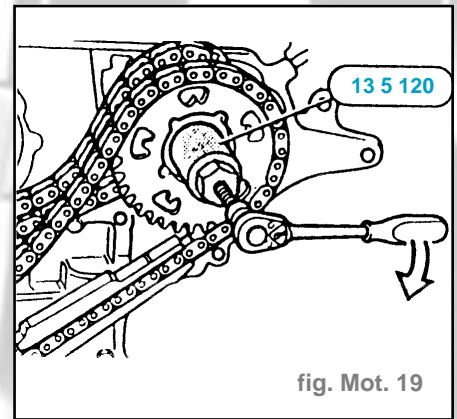

fig. Mot. 19
- Desserrer la vis du pignon de pompe (fig. Mot. 19).
- Visser l'outil spécial 13 5 120 sur la roue pour chaîne de la pompe d'injection Diesel et chasser la roue pour chaîne avec la vis d'extraction (fig. Mot. 19).